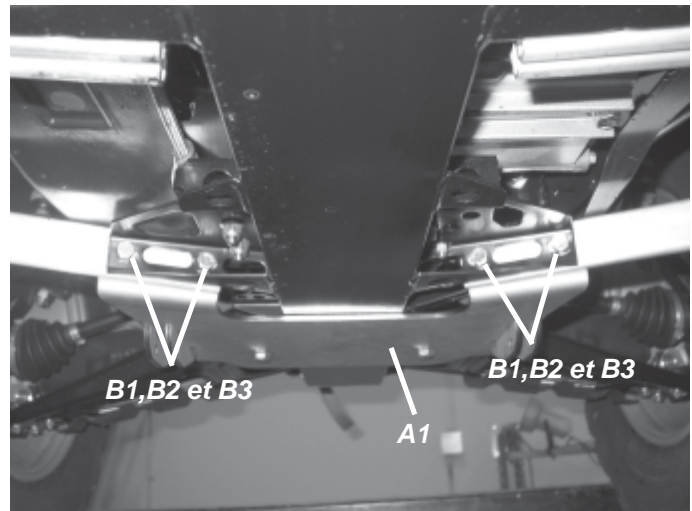

Figure 2 - Installez le kit de montage de lame.
2. Placez la base de montage de lame (A1) à son emplacement tel qu'indiqué à la Figure 2. Fixez à l'aide de quatre boulons hex 5/16-18 X 1 1/2 (B1), rondelles plates 5/16 (B2) et écrous de blocage 5/16-18 (B3) fournis dans le kit de montage de lame.